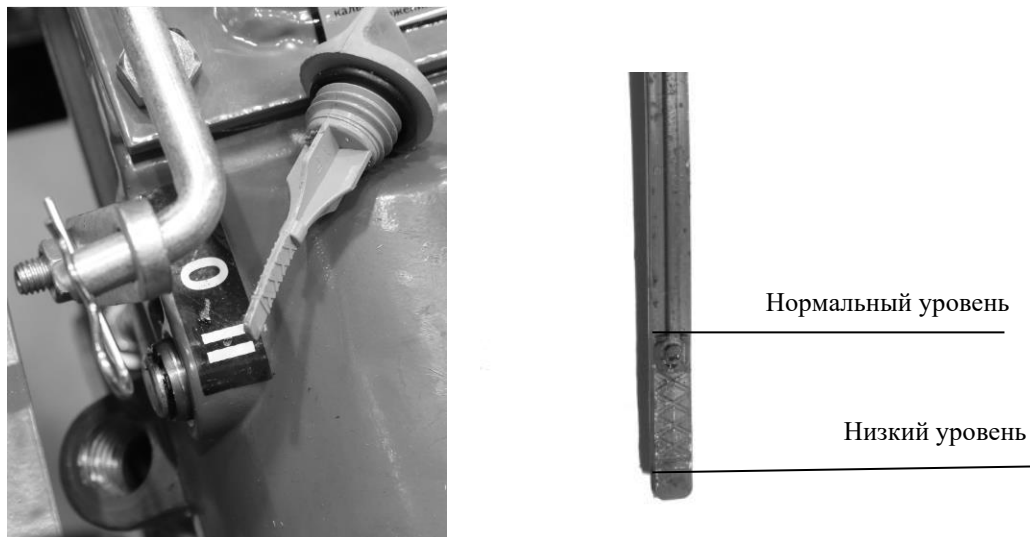

Рисунок 6 – Проверка уровня масла в корпусе редуктора
5.3.2. Контролируйте уровень масла по пробке-щупу маслозаливной горловины (рис.6).